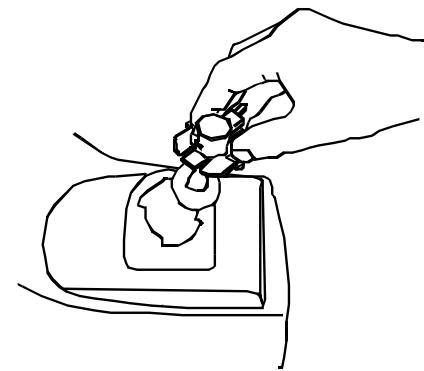

Figura 4-7
- Gire la boquilla conectora aproximadamente un 1/4 de vuelta para alinear lengüeta con la muesca de la caja del reflector; luego retire el foco y la boquilla conectora de la caja del reflector. Consulte la Figura 4-7.
- Alinee un poste de bloqueo del foco con la muesca de la boquilla, luego empuje el foco hacia adentro y gire hacia la derecha para bloquear. Consulte la Figura 4-7.